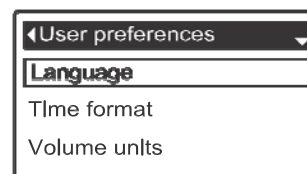

РИС. 43
3. Нажать кнопку ВЫБОР (O) для отображения меню **Настройки пользователя** (См. Рисунок 43).
7. Нажать кнопку ВЫБРАТЬ (O). Дисплей вернется обратно в меню **Установки пользователя** (Рисунок 43).